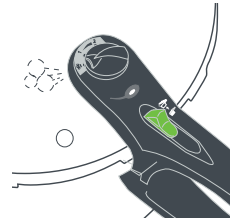

Fig.7
3. Éliminer la pression de forme automatique. Pour utiliser l'option automatique, tournez la soupape de fonctionnement sur la position d'expulsion de la vapeur (Fig. 7) et la vapeur sera expulsée automatiquement. Une fois la vapeur entièrement expulsée et l'indicateur de pression redescendu, passez au **point numéro 4 de cette section**.